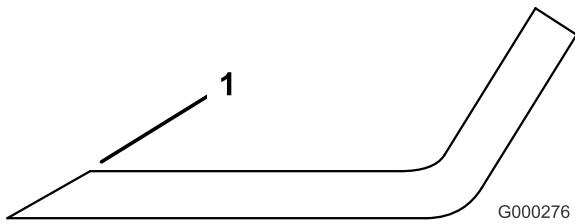

Figure 66
1. Au moyen d'une lime, aiguisez les tranchants aux deux extrémités de la lame (Figure 66). Veillez à conserver l'angle de coupe d'origine. Limez la même quantité de métal sur chacun des deux tranchants pour ne pas déséquilibrer la lame.